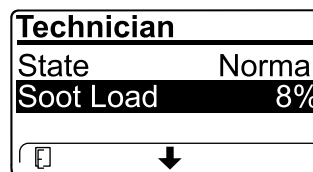

Figura 73
- Vizualizai cantitatea de funingine care este măsurată ca procent de funingine din DPF (Figura 73); consultai tabelul cu cantitatea de funingine.